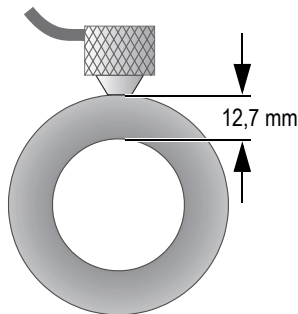

Figura 5-11 Acoplamento de um transdutor de elemento duplo
2. Utilizando uma pressão de moderada a firme, coloque a ponta do transdutor na superfície do material de teste, e mantenha o transdutor tão plano quanto possível, sobre a superfície do material (ver Figura 5-11 na página 76).